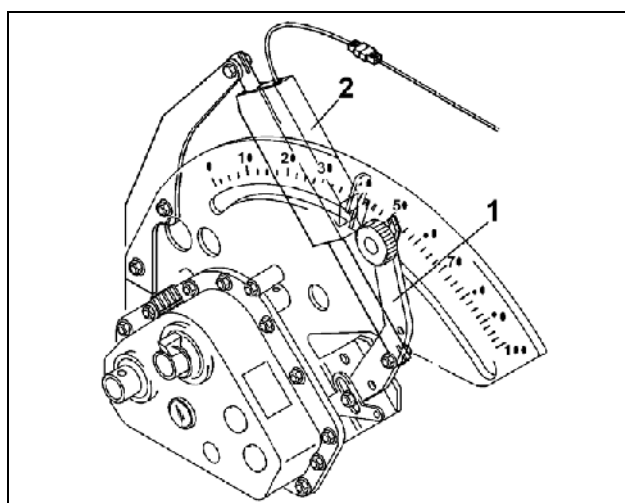

Fig. 78
- regulación a distancia de cantidad de siembra: con la palanca de posicionamiento del engranaje (Fig. 78/1) se ajusta sin escalonamientos el régimen de giros de las ruedas de siembra y con ello la cantidad de siembra.
Para el ajuste de la cantidad de siembra se comanda a través del **AMATRON 3** el servomotor (Fig. 78/2) que acciona la palanca de posicionamiento del engranaje. La cantidad ajustada de siembra y el valor de escala pueden ser leídos en la pantalla del **AMATRON 3**.